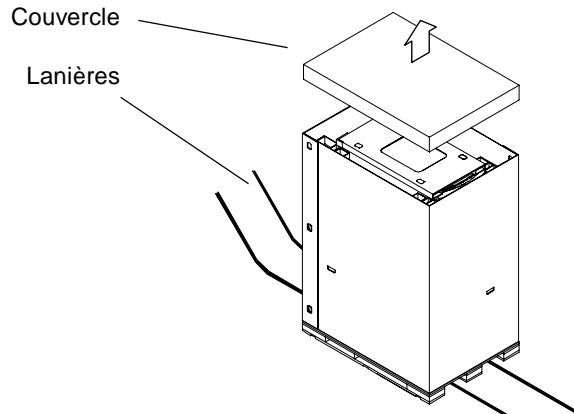

FIGURE 2-1 Déballage du système Sun Fire 6800 (étape 1)
1. Retirez les lanières et le couvercle de l'emballage (FIGURE 2-1).